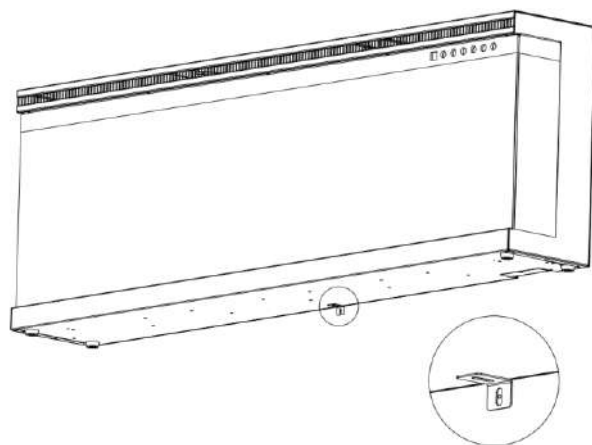

Fig 1-2
**B.** Montare con questa vite il supporto a "L" (J) nella parte inferiore del focolare. (Fig 1-2)